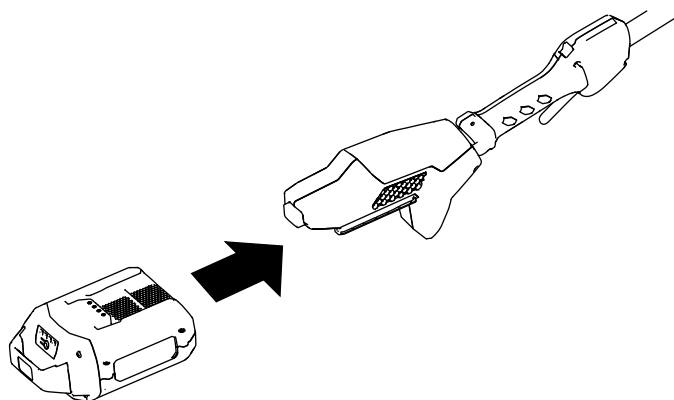

Figure 11
3. Alignez le creux de la batterie sur la languette du corps de la poignée (Figure 11).